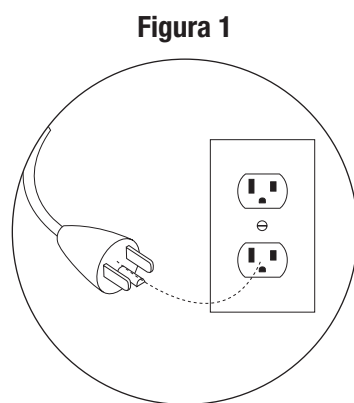

Figura 1
2. La parrilla cuenta con un cable de 3 conductores y un enchufe de 3 clavijas GFI seco (interceptor de fallo a tierra), vea Figura 1.